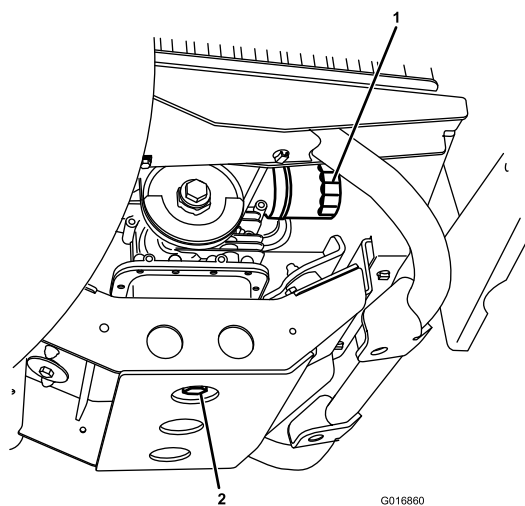

Bild 24
5. Entfernen Sie die Ablassschraube (Bild 24) und lassen Sie das Öl in die Auffangwanne ab.
2. Entfernen Sie den vorhandenen Ölfilter (Bild 24).